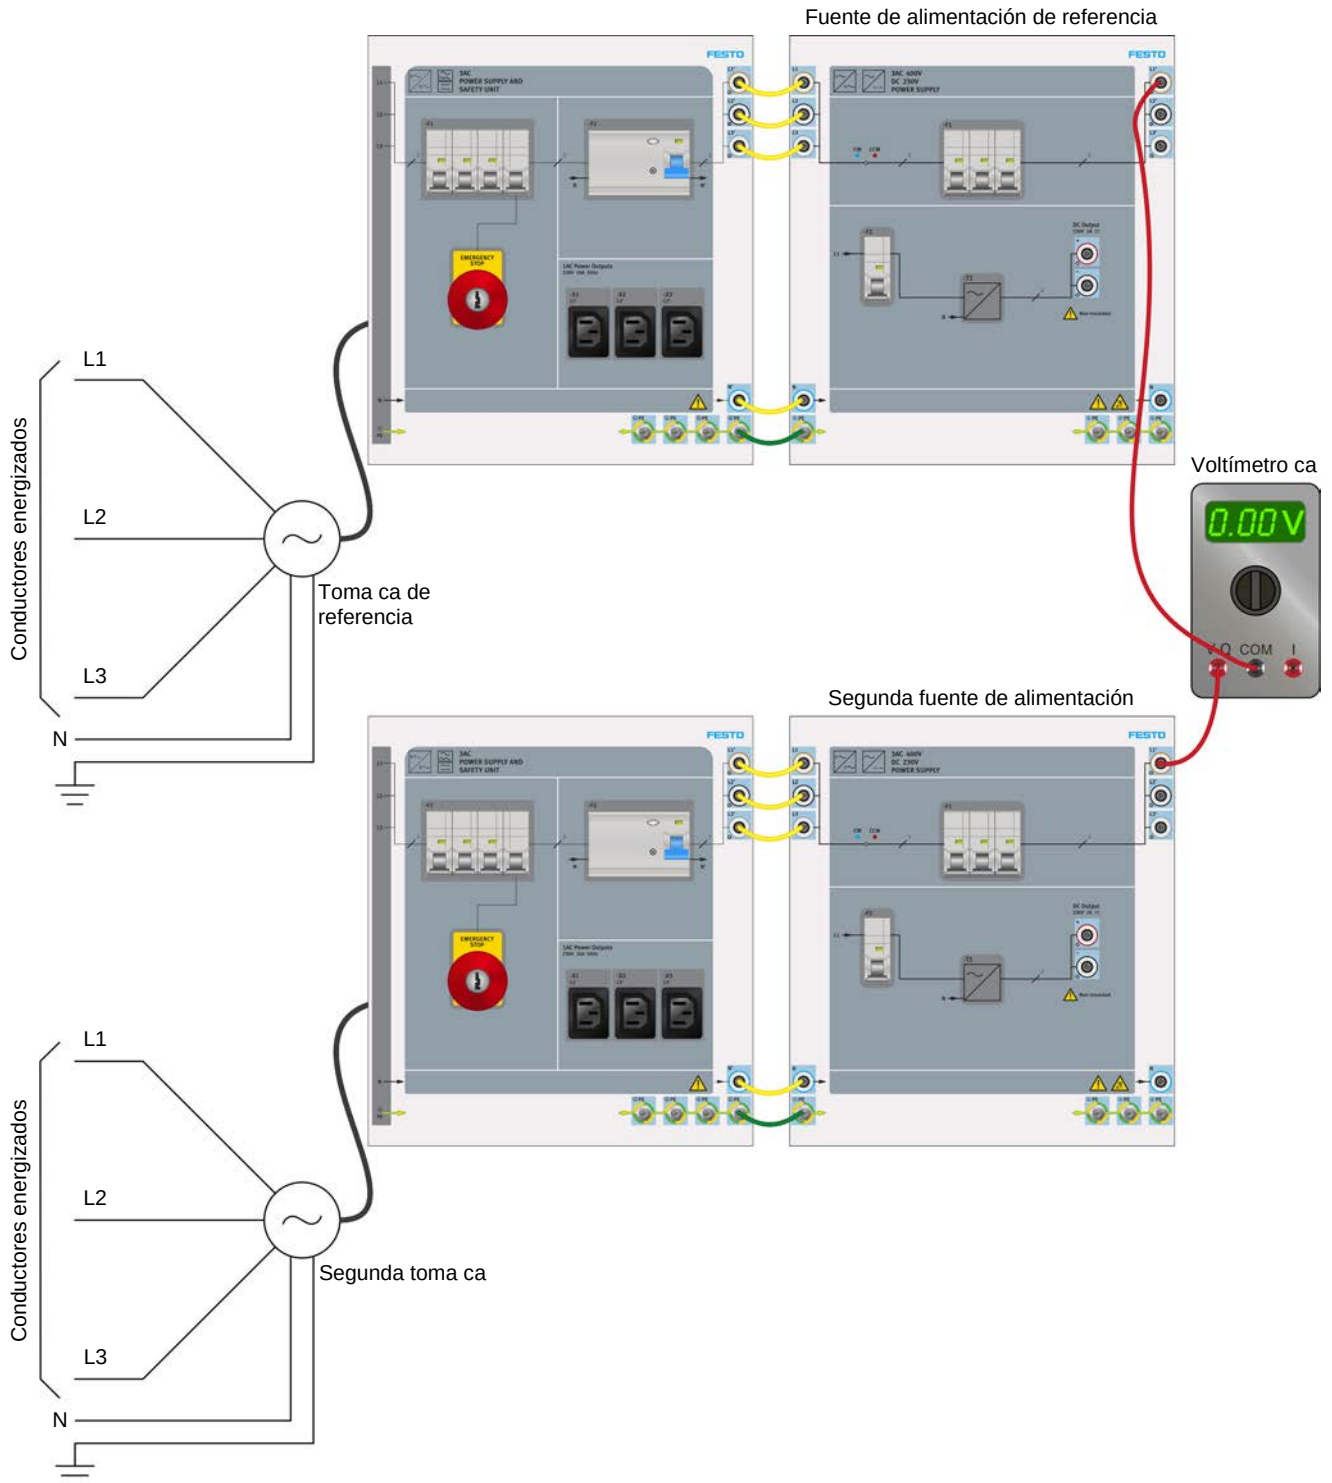

Figura 7. Montaje empleado para verificar que todas las tomas ca trifásicas de un laboratorio estén cableadas de la misma forma.
- Utilice el voltímetro ca para medir la tensión entre el terminal L1' de la fuente de alimentación de referencia y el terminal L1' de la segunda fuente de alimentación. En la figura 7 se muestra la conexión del voltímetro ca. En caso de que la tensión medida no sea igual a prácticamente 0 V, vaya al paso 10 del procedimiento. En otro caso, continúe con el paso siguiente del procedimiento.